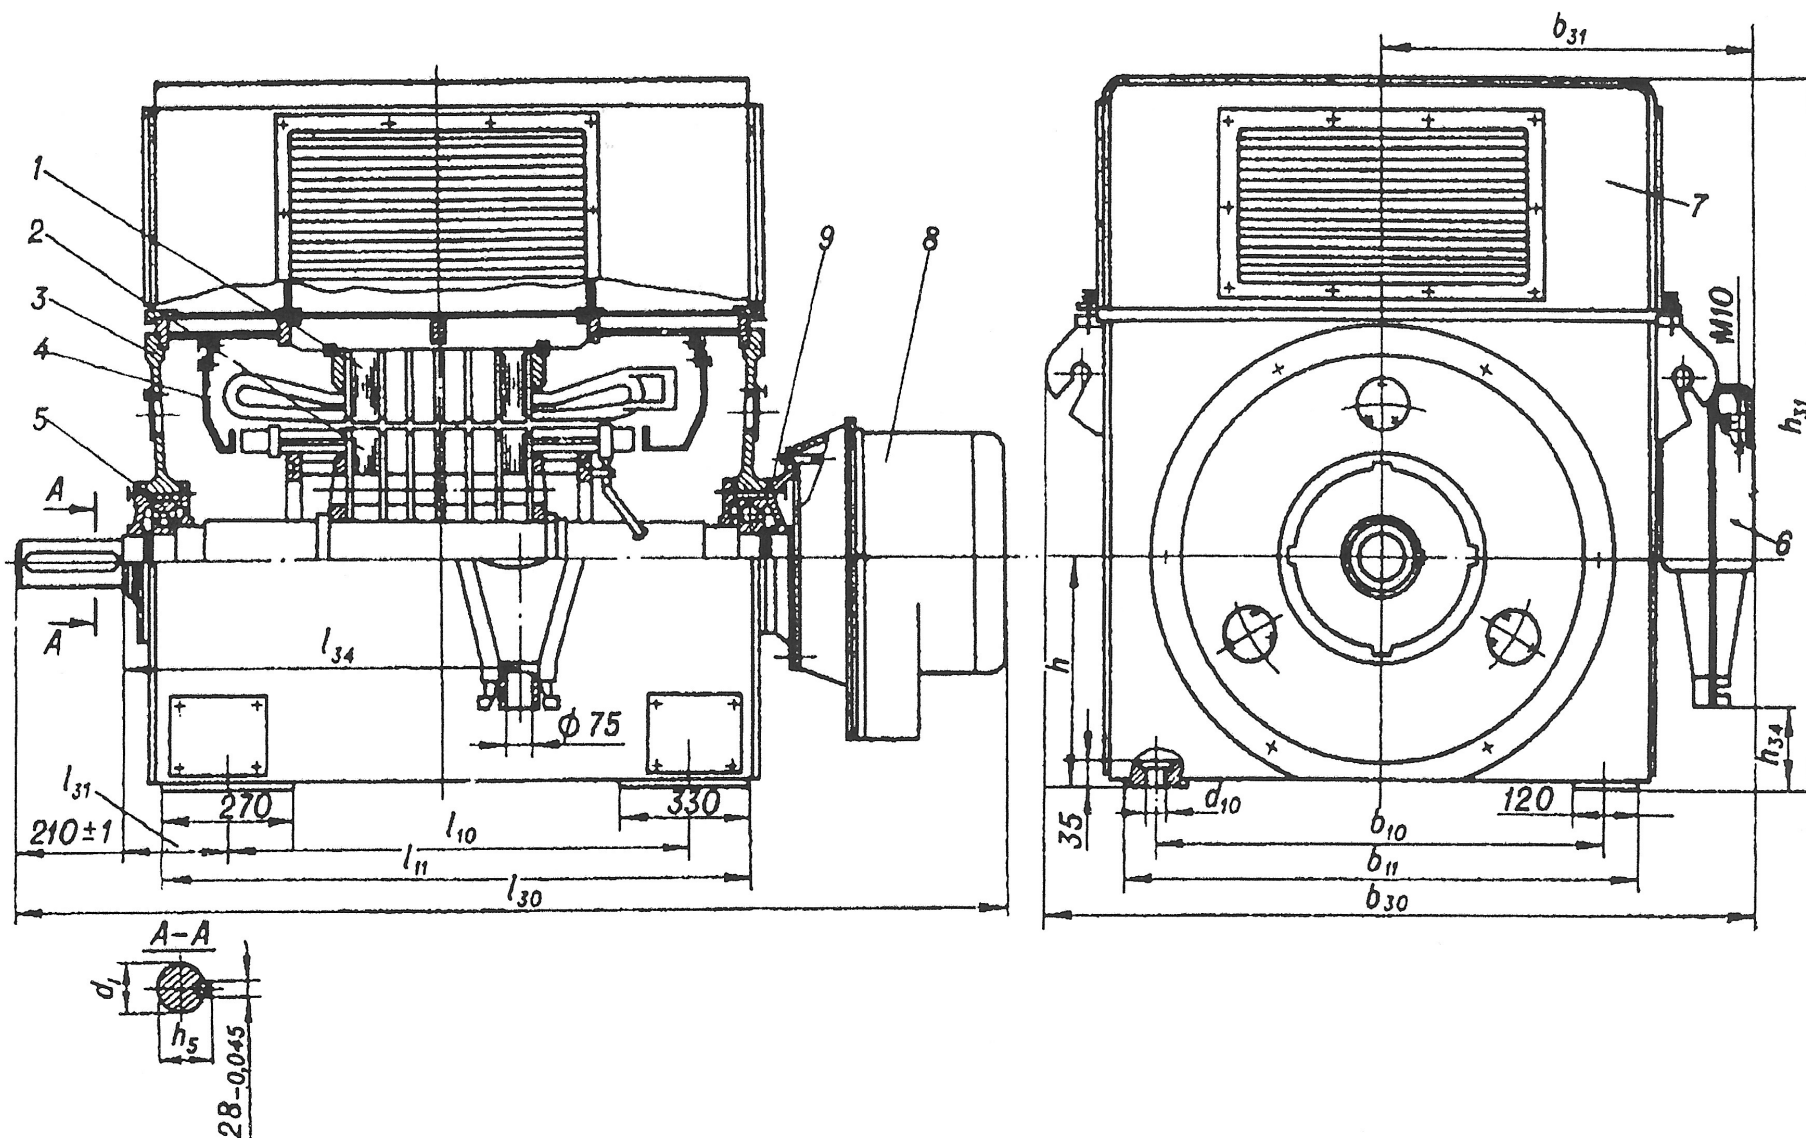

Рис. 2. Асинхронные электродвигатели типа АК4
1.4.5. Коробка контактных колец 8 (рис. 2) состоит из контактных колец, щеток, щеткодержателей, шин траверсы и кожуха.
Шины траверсы с прикрепленными щеткодержателями и щетками крепятся к подшипниковой крышке 9 (см. рис. 2). Шины изолированы друг от друга и от шпилек изоляционными втулками. Конструкция шин позволяет регулировать зазор между щеткодержателем и контактными кольцами.